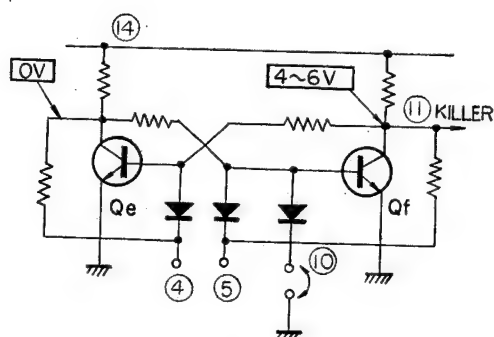

Fig. 1-12
- \*1: Quand on relie le point ⑩ à la masse, le transistor Qf de la bascule flip-flop est coupé. La tension obtenue au point ⑪ (4 à 6 V) est ajoutée à la tension base du transistor Q302 (Amplificateur N° 1 de chrominance) pour une polarisation correcte, et aux diodes de blocage D307 (Ampli R-Y) et D315 (Ampli B-Y) pour polarisation inverse. Le blocage de couleurs ne s'effectue pas et une image en couleur apparaît sur l'écran, cette image n'étant pas nécessairement de bonne qualité.
- Si l'on obtient une tension de 4 à 6 V au point ⑪, le circuit intégré fonctionne correctement (voir figure 1-12).
- \*1: When terminal ⑩ is connected to ground, transistor Qf of the flip-flop circuit is cut off. 4 to 6V, obtained at terminal ⑪, is added to the base of Q302 (Chroma Amp-1) for correct bias and to the killer diodes D307 (R-Y) and D315 (B-Y) for reverse bias. Thus the colour killer does not operate, and coloured picture (not always best colour) can be seen on the screen.
- If 4 to 6V can be obtained at terminal ⑪, IC operates correctly. (Refer to Fig. 1-12.)